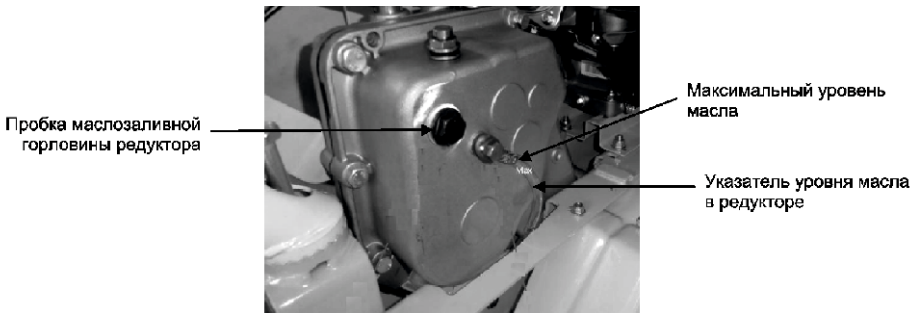

Рис. 21
2. Открутите пробку маслозаливной горловины редуктора (рис. 21)
Для контроля масла в редукторе используйте указатель уровня масла (рис. 21)